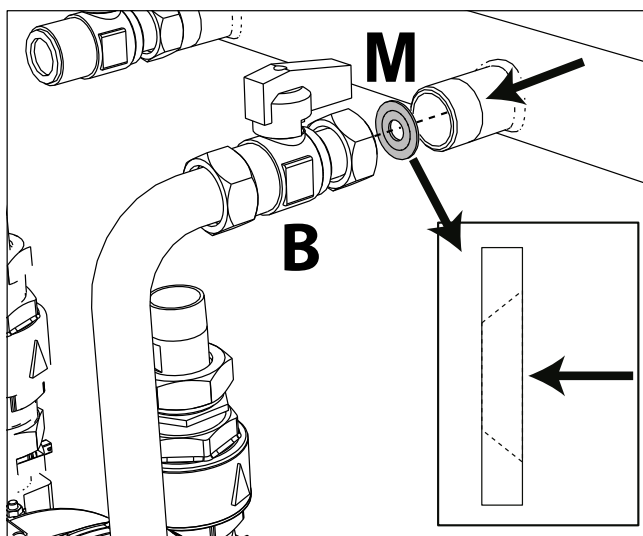

fig. 83- Inyector para el uso con GLP
8. En caso de **transformación a GLP**, es necesario sustituir la junta ya existente entre la llave de paso "B" y el colector de gas con el inyector "M" (fig. 83).
ATENCIÓN: el inyector "M" (vea fig. 83) **no se debe** utilizar cuando el equipo funciona con **gas natural**.